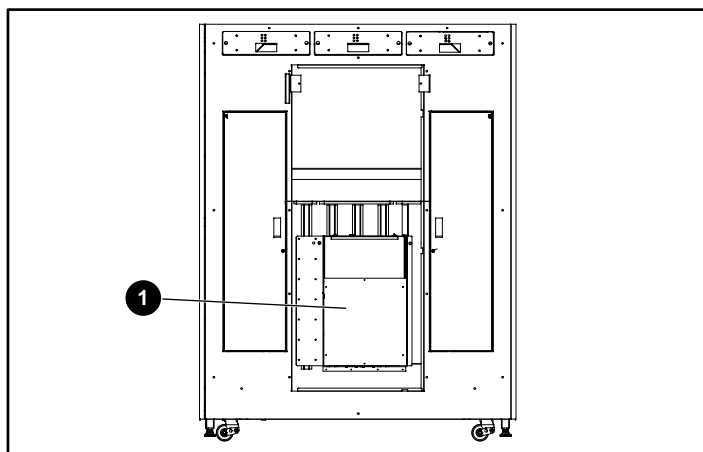

図5: 電子カバーを取り外す
- ① ファン アセンブリ
- ② ネジ
- ③ 電気ボックス
4. カバーを電子ベイに固定している6本のネジを取り外します (図5を参照)。